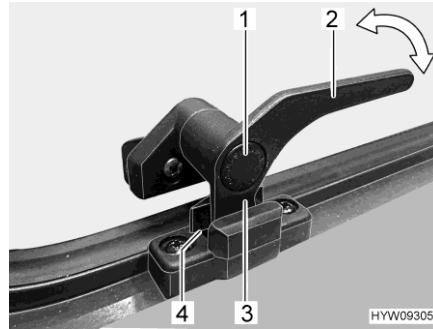

Fig. 43 Palanca de bloqueo (posición de "ventilación continua")
- En la posición "ventilación continua" (Fig. 43)
- Presionar el botón de seguridad (Fig. 43,1) y mantenerlo pulsado.
- Girar la palanca de bloqueo (Fig. 43,3) un cuarto de vuelta hacia la mitad de la ventana.
- Girar de nuevo hacia atrás la palanca de bloqueo. El saliente de bloqueo (Fig. 43,3) de la palanca de bloqueo se ha de introducir para ello en el rebaje del bloqueo de la ventana (Fig. 43,4).
- Soltar el botón de seguridad (Fig. 43,1).